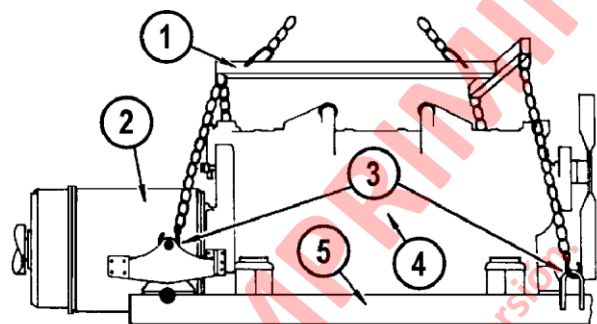

FIGURA 2-10. PUNTOS DE ELEVACIÓN DE MÓDULO DE POTENCIA
Levante el módulo de potencia sólo en los puntos de elevación sobre la estructura de soporte bastidor y motor/alternador. Vea la figura 2-10.
8. Fije la herramienta de izaje (1, figura 2-10) a la grúa y fíjela a los ganchos de suspensión del motor/alternador y los puntos de izaje del bastidor frontal, como se muestra en la figura 2-10. Retire la cadena de seguridad.
4. Conecte un dispositivo de izaje a la estructura de la base de soporte del motor/alternador y a los puntos de izaje del bastidor delantero (ver Figura 2-10).